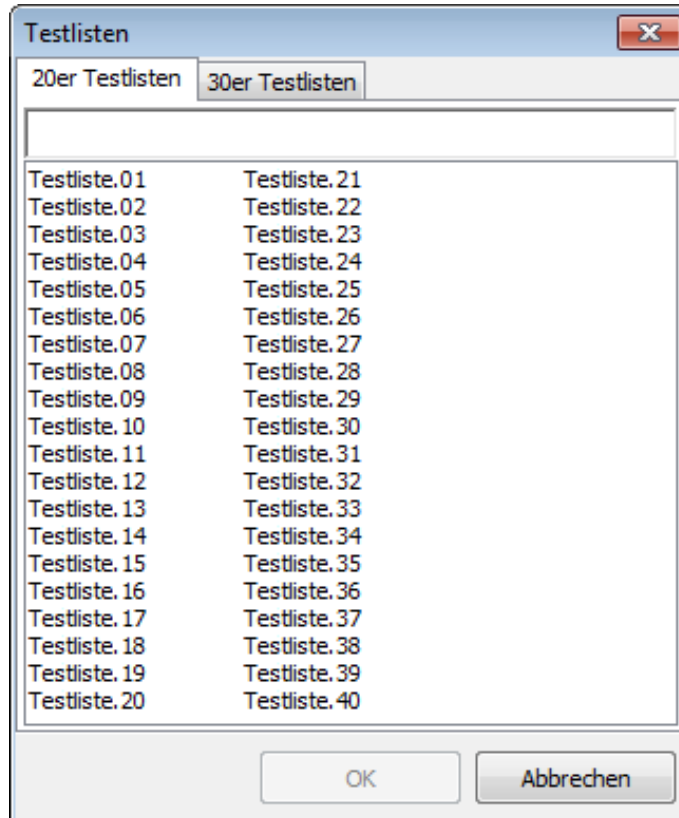

Abbildung 9: Manuelle Auswahl einer Testliste
Wenn Sie den Knopf „...“ anklicken, wird ein Dialog zur manuellen Auswahl einer Testliste angezeigt (Abbildung 9). Dabei können Sie ggf. zwischen Testlisten verschiedener Länge wählen, indem Sie die entsprechende Karteikarte wählen. Zukünftig wird das System auf diese Auswahl zurückgreifen und Ihnen eine Testliste der entsprechenden Länge vorauswählen. Für die Messung „Englischer (UK) Ziffern-Tripel Test“ sind nur 27er-Testlisten vorhanden.